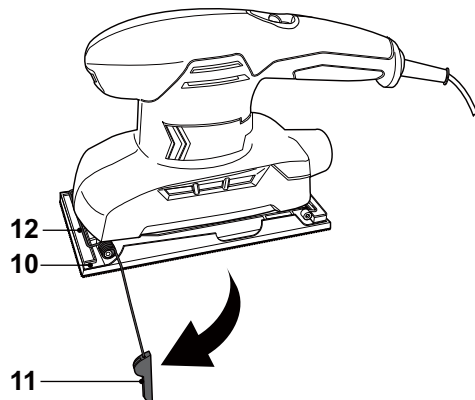

Fig. 4
- > Pressione a alavanca de fixação (11) para baixo ao longo da placa base (10) para abrir a barra de fixação (12) (Fig. 4).